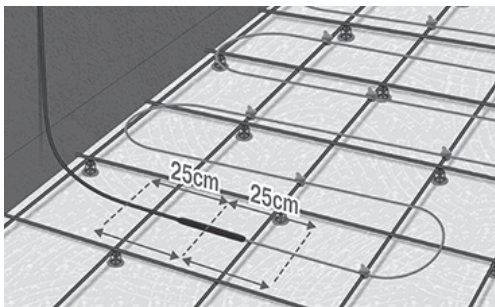

Fig. 3. Kabelen skal være rett på begge sider av skjøtene
4. Kabelen bør være rett min. 25 cm på hver side av en skjøt. Tildekningmaterialet må innkapsle skjøtene fullstendig med minst 20 mm på hver side av skjøten (Fig. 3).